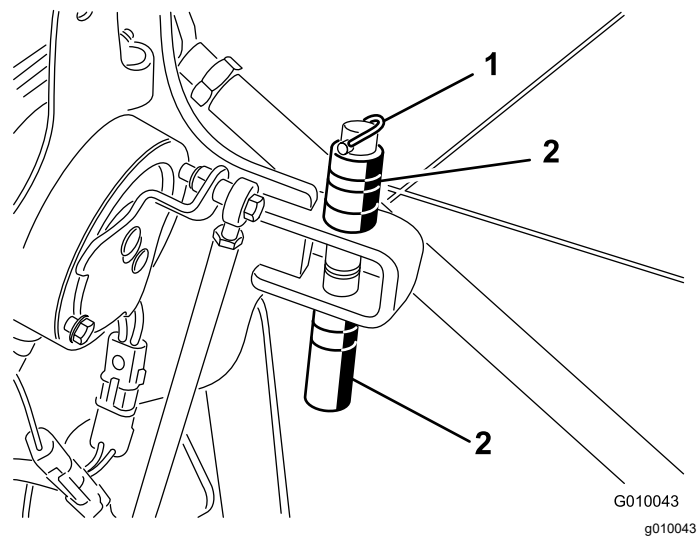

Рисунок 22
2. Снимите шплинт, который удерживает проставки и пальцы фиксации глубины аэрации (Рисунок 22).